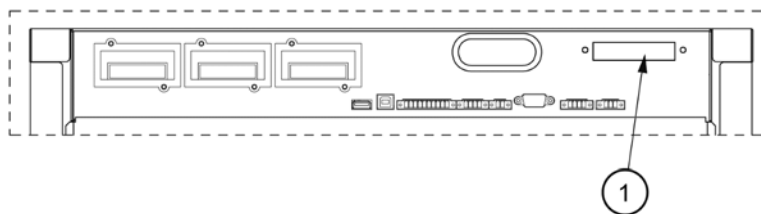

Рисунок 31. Интерфейсы связи
- Доступ к клеммному блоку с 12-штырьковыми вводами, используемому для обмена управляющими сигналами при параллельном подключении, осуществляется с правой стороны интерфейса связи, в верхней секции ИБП (см. рисунок 31).